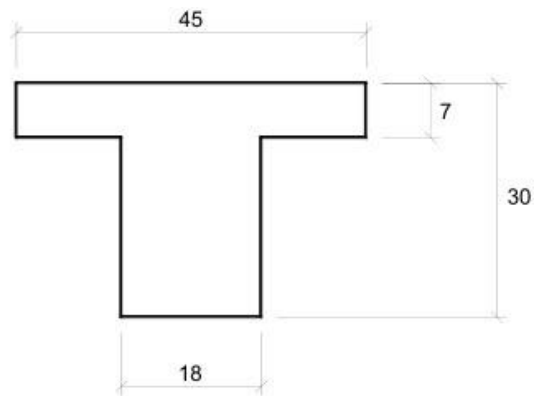

Figura 58 – Dimensões da seção transversal.
- 2) Dimensionar a armadura longitudinal de flexão para a seção T mostrada na Figura 58, sabendo-se que: